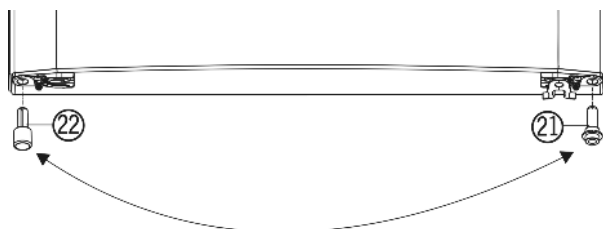

Fig. 5
- Forøden t.v. tages afstandsdelen Fig. 5 (22) ud af døren.
- ▶ Afstandsdel *Fig. 5 (22)* sættes igen fast i døren forneden t.h.